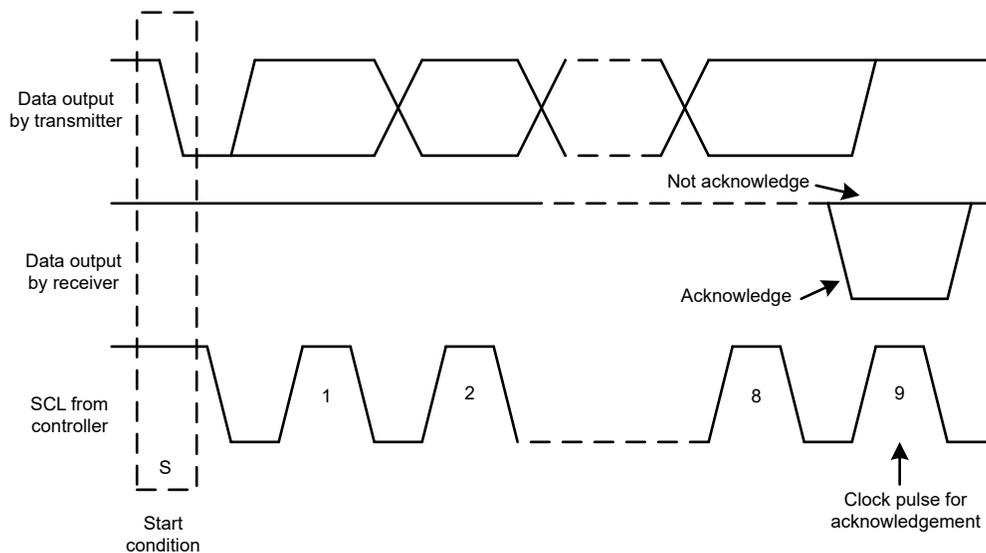

图 7-18. I²C 总线上的确认和非确认
除了特定的时序信号外, I²C 接口还使用串行字节。在每个字节结束时, 第九个时钟周期产生并检测确认信号。确认是指 SDA 线在第九个时钟周期的高电平期间被拉低。非确认是指 SDA 线在第九个时钟周期的高电平期间保持高电平, 如图 7-18 所示。
2. 控制器随后产生 SCL 脉冲，并在 SDA 线上发送 7 位地址和读取/写入方向位 ($R\bar{W}$)。在所有传输期间，控制器确保数据有效。有效数据条件要求 SDA 线在时钟脉冲的整个高电平期间保持稳定，如图 7-20 所示。所有器件都识别控制器发送的地址，并将其与相应内部固定地址进行比较。只有具有匹配地址的目标器件才会通过在第 9 个 SCL 周期的整个高电平期间拉低 SDA 线来生成确认，如图 7-18 所示。当控制器检测到此确认时，则表示与目标的通信链路已建立。